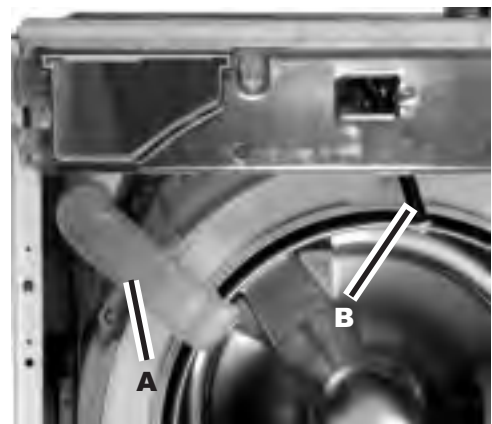

Fig. 3-5
1. Main Inlet Tube (Fig. 3-5, A)
2. Window Washer Inlet Tube (Fig. 3-5, B)